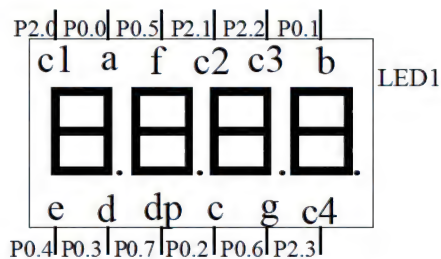

图 12.7 上机题 1 原理图
1. 如图 12.7 所示, 由 P1 将所要显示的 7 段 LED 数码管直接输出到 4 位数字的 7 段 LED 数码管模块, 再由 P2 的低 4 位将扫描信号直接送到 7 段 LED 数码管模块的 4 个共同端, 使这个 7 段 LED 数码管模块闪烁“2009”3 次, 再闪烁“0315”3 次, 如此循环不停。试按上述要求编写程序。
3. 电路图如图 12.7 所示, 在此将以跑马灯的方式, 将“1234567”数字由右边依次走入四位数的 7 段 LED 数码管模块, 即“----”→“---1”→“--12”→“-123”→“1234”→“2345”→“3456”→“4567”→“567-”→“67--”→“7---”, 如此循环不停。试编写程序实现。